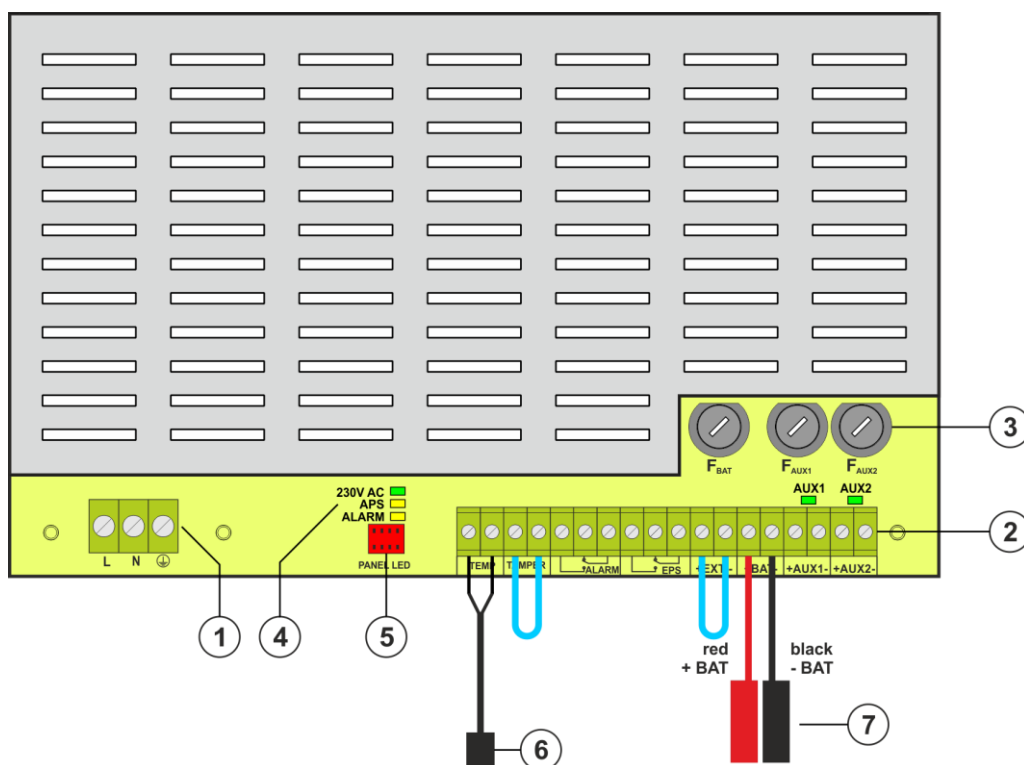

Fig. 2 Aanzicht van de voedingsmodule op basis van EN54C-2A.
Tabel 1. Onderdelen van de computervoeding (Fig. 2).
①	230 V voedingsconnector met klem voor het aansluiten van een beschermende geleider
②	<p>Klemmen:</p> <p>TEMP – ingang van de batterijtemperatuursensor</p> <p>MANIPULATOR – ingang van de tampereschakelaar Gesloten ingang = geen aanduiding Open ingang = alarm</p> <p>ALARM – technische uitgang van collectieve fout van de computervoeding - relais-type</p> <p>EPS – technische uitgang van de AC-voedingsfoutindicatie open = AC-voedingsfout gesloten = AC-voeding - O.K.</p> <p>EXTi – ingang van externe fout Gesloten ingang = geen aanduiding Open ingang = alarm</p> <p>+BAT- – terminals voor het aansluiten van de batterij</p> <p>+AUX1- – AUX1-voedingsuitgang (- AUX=GND)</p> <p>+AUX2- – AUX2-voedingsuitgang (- AUX=GND)</p> <p>LET OP! In Fig. 2 toont de verzameling contacten de potentieelvrije relaisstatus die overeenkomt met de voedingsfout.</p>
③	<p>Zekeringen:</p> <p>F_{BAT} – zekering in het batterijcircuit,</p> <p>F_{AUX1} – zekering in het AUX1-uitgangscircuit,</p> <p>F_{AUX2} – zekering in het AUX2-uitgangscircuit,</p> <p>De zekeringwaarden staan vermeld in tabel 4 "Elektrische parameters"</p>
④	<p>Leds – optische aanduiding:</p> <p>230 V AC – spanning in 230 V AC-circuit</p> <p>APS – batterijfout</p> <p>ALARM – collectieve fout</p> <p>AUX1 – AUX1-uitgangsspanning (bij de AUX1-connector)</p> <p>AUX2 – AUX2-uitgangsspanning (bij de AUX2-connector)</p>
⑤	PANEL LED – connector naar de externe led-indicators
⑥	Batterijtemperatuursensor
⑦	Batterijconnectors; positief: +BAT = rood, negatief: - BAT = zwart
①	Computervoeding (Tab. 1, Fig. 2)
②	Batterijtemperatuursensor
③	Batterijconnectors; positief: +BAT = rood, negatief: -BAT = zwart
④	Plaats voor de installatie van aanvullende modules
⑤	TAMPERSCHAKELAAR; microschakelaar (contacten) voor anti-sabotagebescherming (NC)
⑥	Passende batterij
⑦	Uitsparing voor kabelwartel
⑧	Uitsparingen voor verborgen draden
⑨	Slot